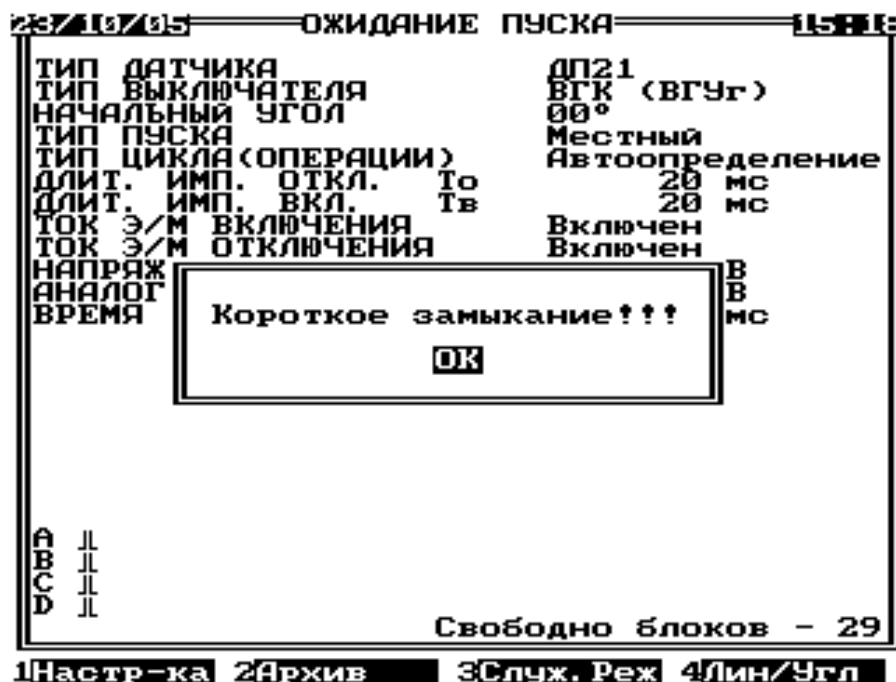

Рис. 7. Вид экрана прибора при коротком замыкании в цепях канала местный пуск.
10.1.12. Произведите пуск выключателя. Прибор перейдет в режим ИЗМЕРЕНИЕ. В случае возникновения короткого замыкания в цепях канала «Местный пуск» в первой операции цикла проведение измерения будет отменено, а на экран выведено сообщение в соответствии с рис. 7. В случае возникновения короткого замыкания во второй или третьей операции цик-